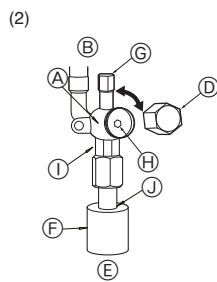

Fig. 4-6
(2) Сторона с жидкостью P100-P140 (Fig. 4-6)